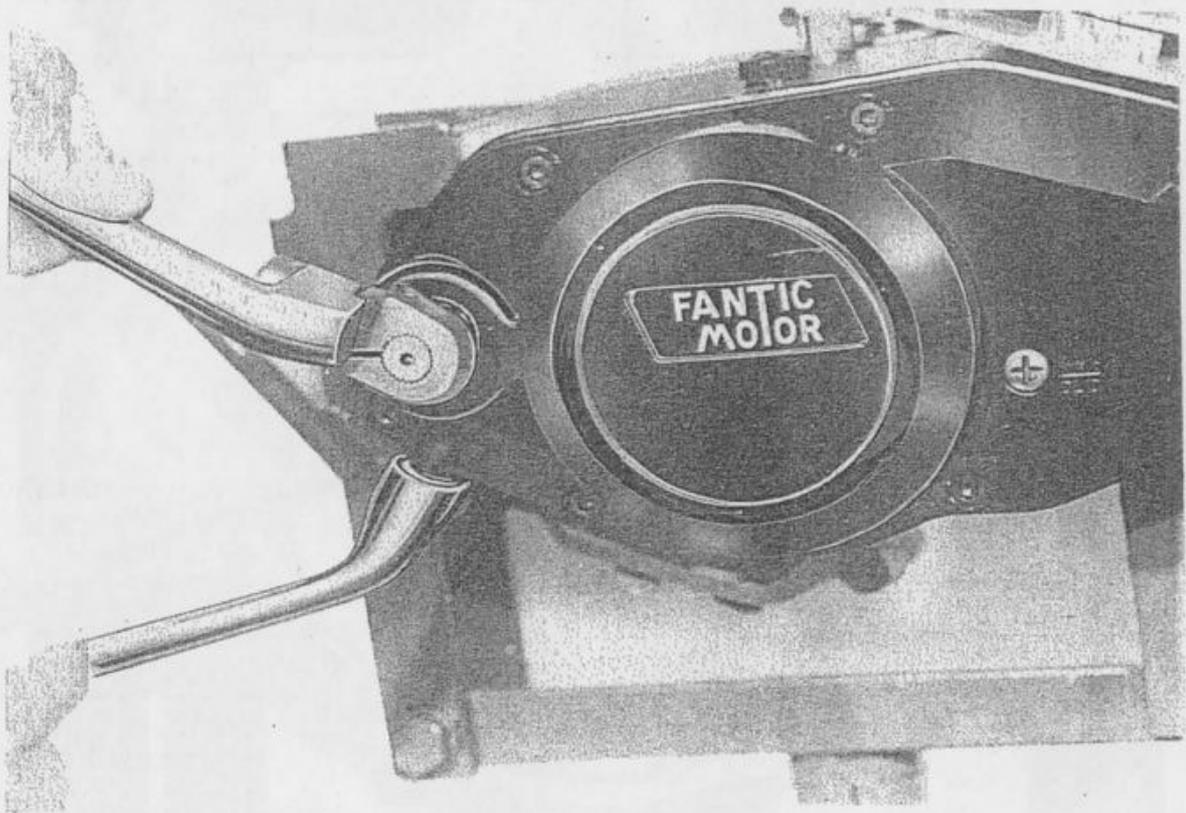

Fig. 39 - Regolazione precarica molla avviamento
- Dopo avere montato il coperchio e bloccato le rispettive viti, è necessario passare alla seconda fase di montaggio del gruppo avviamento, per pre-caricare la molla di richiamo leva avviamento (fig. 39). Nell'eseguire la suddetta operazione procedere come segue: